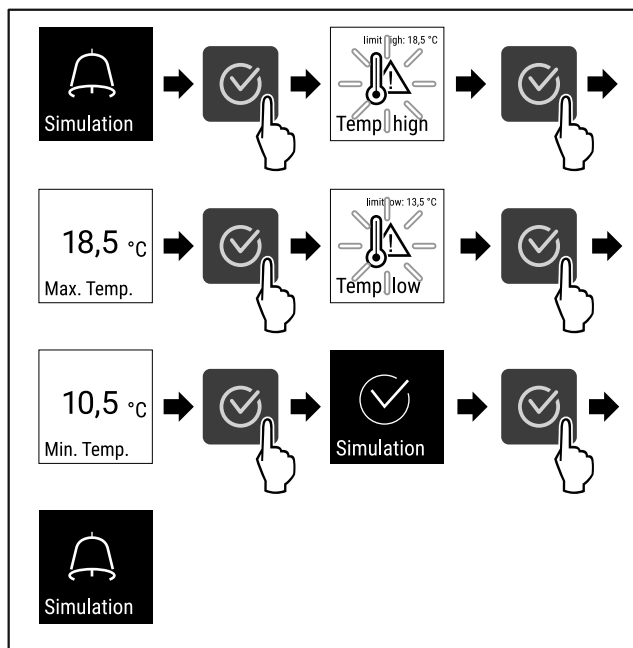

Fig. 108
- ▶ Udfør handlingstrinene (se Fig. 108).